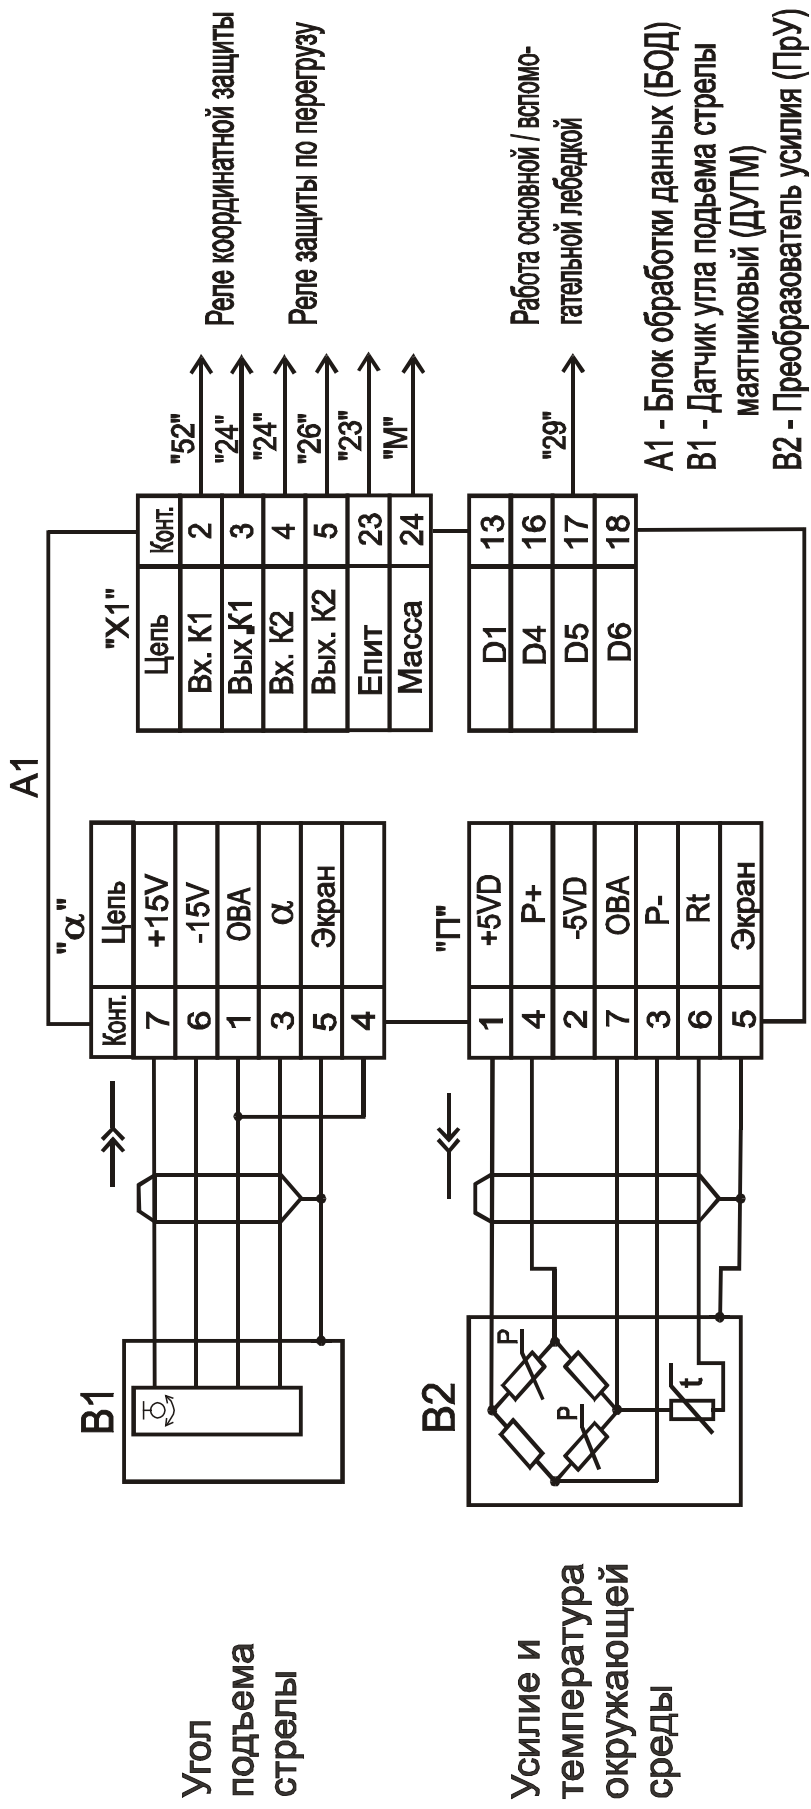

Рисунок 2 - Схема включения ONK-140 на кране
1.4.2 БОД подключается к системе управления крана (см. рисунок 2) посредством разъемов: через разъем Х1 БОДа проходят цепи управления исполнительными механизмами, цепи питания ограничителя, сигналы с концевых выключателей, связанных с ручками управления крана; датчики подключаются к прибору через индивидуальные разъемы.